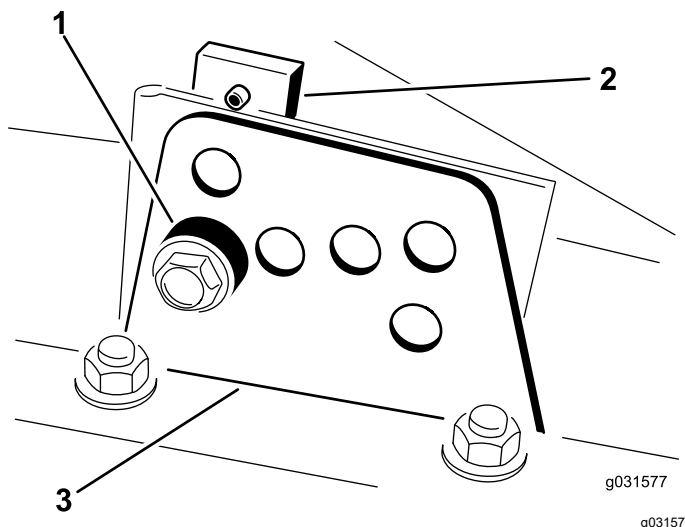

Bild 18
2. Lockern Sie die Schrauben, mit denen die Schnitthöhenhalterungen an der Schnitthöhenplatte (vorne und an beiden Seiten) befestigt sind, siehe (Bild 18).
4. Entfernen Sie das Distanzstück, während Sie gleichzeitig die Kammer abstützen (Bild 18).